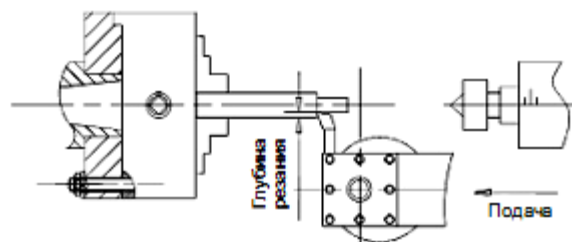

Рисунок 17
10.1 Обработка продольной подачей (рисунок 17)